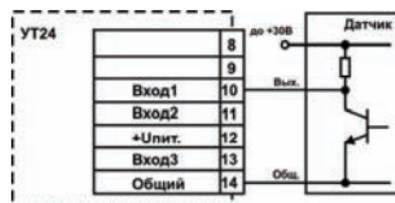

Рисунок 12
- другие типы датчиков с выходным напряжением высокого уровня от 12 до 30 В и низкого уровня от 0 до 4 В (рисунок 12). Входной ток при напряжении низкого уровня не превышает 15 мА.